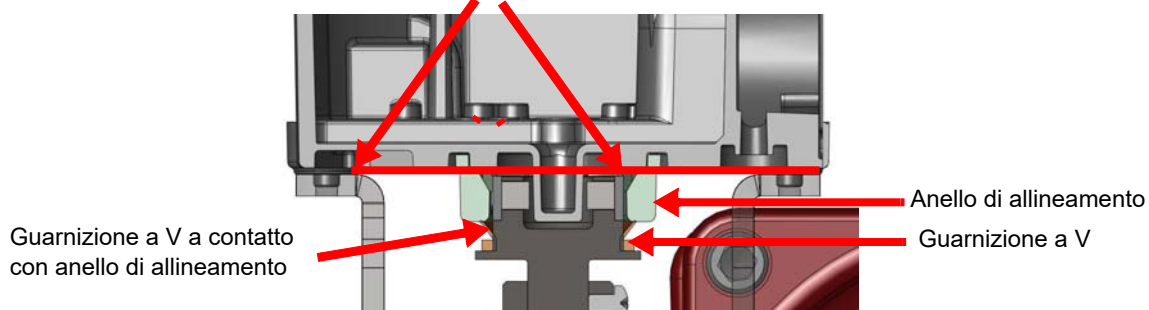

Figura 16 - Guarnizione a V Camflex
6. Verificare che la guarnizione a V abbia il bordo in contatto con l'anello di allineamento sull'unità SVi1000 (Figura 16).